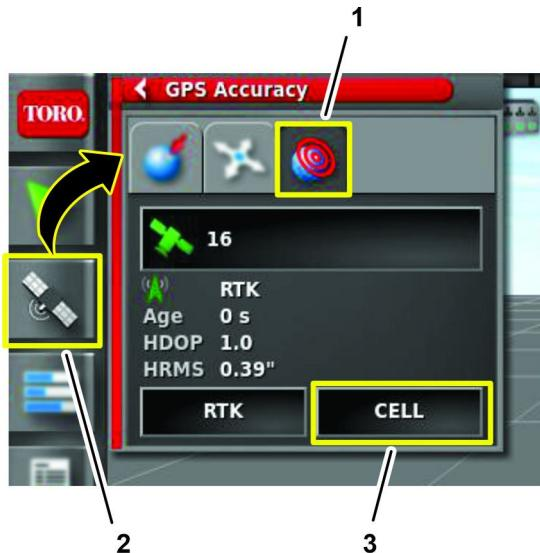

Figura 167
- Sul quadro di comando di GeoLink, premete l'icona INFORMAZIONI GPS (Figura 167).